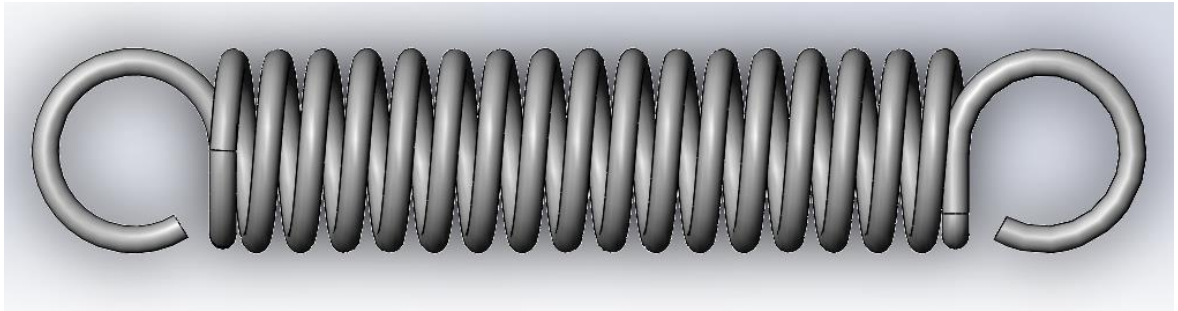

Рисунок 2.18 – Готова пружина розтягу
15. За тим самим алгоритмом будується другий кінець пружини (рис. 2.18).